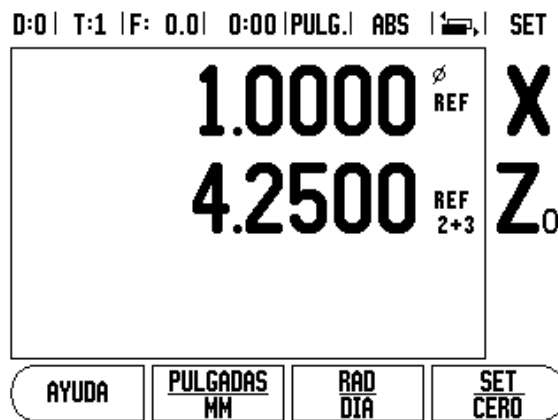

Fig. II.4 Habilitar la asignación Z
- ▶ Pulsar las teclas numéricas asociadas a la entrada del sistema de medida situada en la parte posterior de la unidad. Pulsar las softkeys **+** o **-** para asociar una segunda entrada a la primera. Los números de entrada se visualizan junto a la etiqueta de eje indicando que la posición es una posición asignada (esto es "2 + 3"). Ver Fig. II.4.
Para asignar el eje Z₀ y el eje Z, y visualizar el resultado en la visualización Z₀, pulsar durante 2 segundos aproximadamente la tecla Z₀. La suma de las posiciones Z se mostrará en la visualización Z₀, y la visualización Z se pondrá en blanco. Ver Fig. II.4.